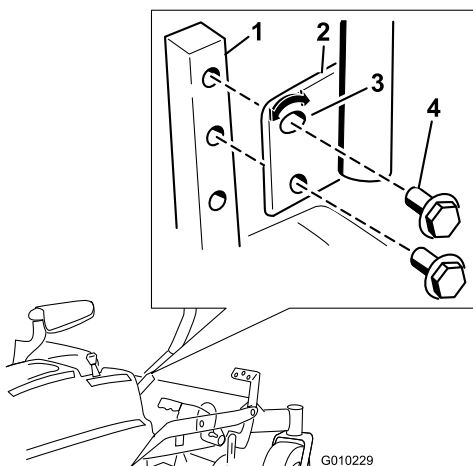

Figure 28
1. Retirez les 2 boulons qui fixent le levier de commande à l'arbre du bras de commande (Figure 28).
2. Placez le levier de commande dans les trous suivants. Fixez le levier avec les 2 boulons (Figure 28).
2. Desserrez le boulon inférieur jusqu'à ce qu'il soit possible de pivoter le levier de commande en avant ou en arrière (Figure 28). Serrez les deux boulons pour fixer la commande à sa nouvelle position.